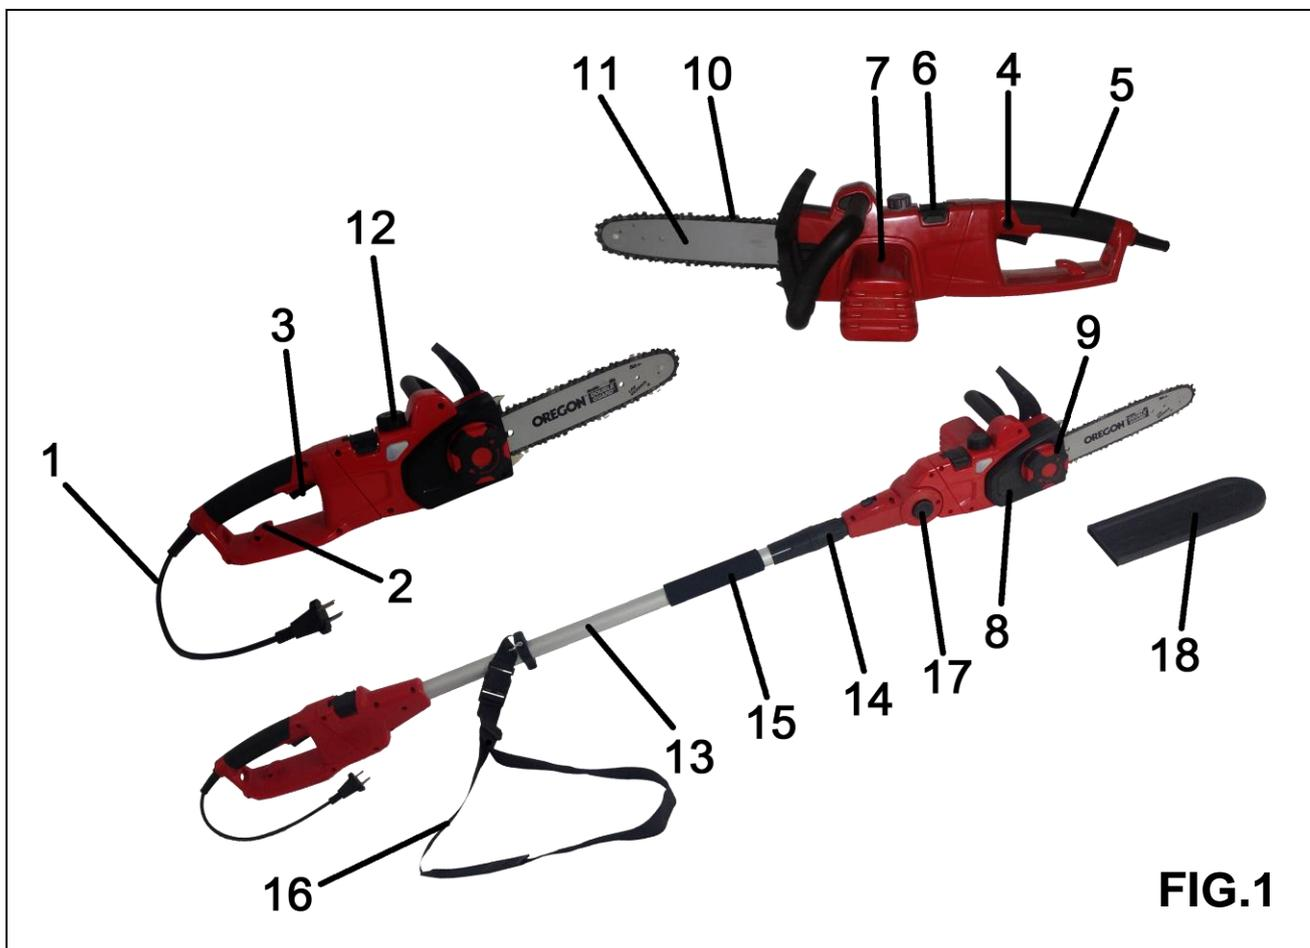

FIG.1
5. DESCRIPTION (FIG 1)
N'utilisez que des rallonges homologuées pour l'extérieur. La section du câble doit être égale ou supérieure à 1,5 mm² pour une longueur maximale de 75 m. Commencez par brancher la fiche de votre câble d'alimentation. Ensuite, faites le câble de raccordement, une sangle et poussez-le à travers le presse-étoupe sur le boîtier de la tronçonneuse. Ensuite, placez la boucle sur la décharge de traction du câble (N°2 – Fig 1), comme indiqué à la FIG.20.